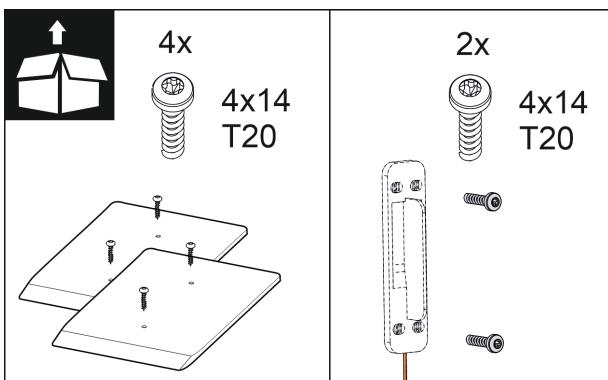

Fig. 16
2. Skontrolujte montážne diely v príslušenstve. *Fig. 10* až *Fig. 16*
**Montážne diely v príslušenstve** *Fig. 10* až *Fig. 16*